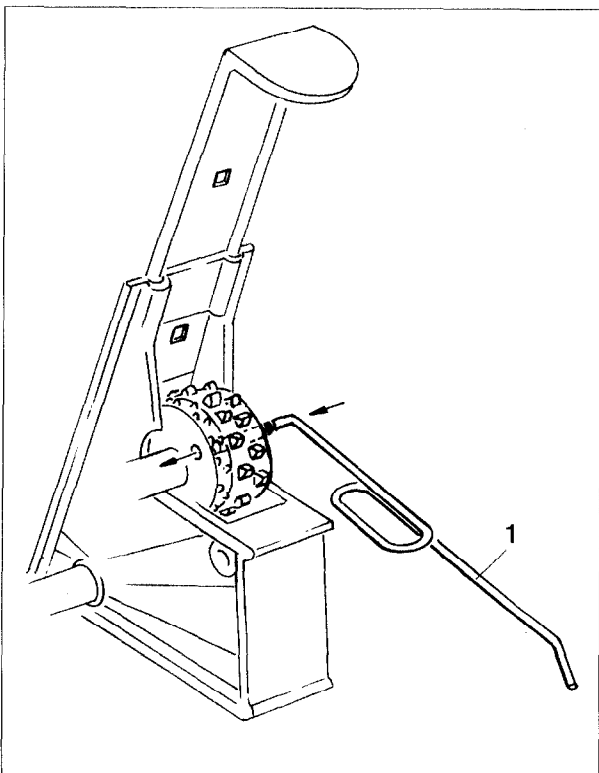

Fig. 7.2
- Mit dem mitgelieferten Schlüssel (Fig. 7.2/1) drücken Sie bei jedem Särad den Stift gegen das Feinsärad. Verbindung anschließend prüfen!